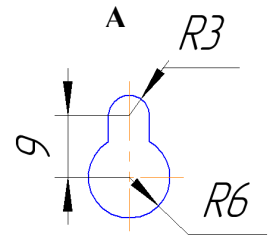
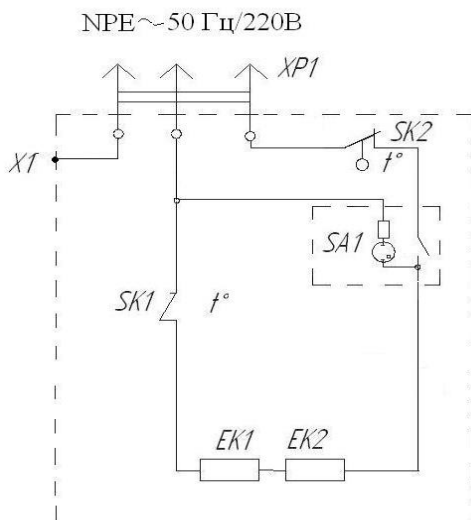
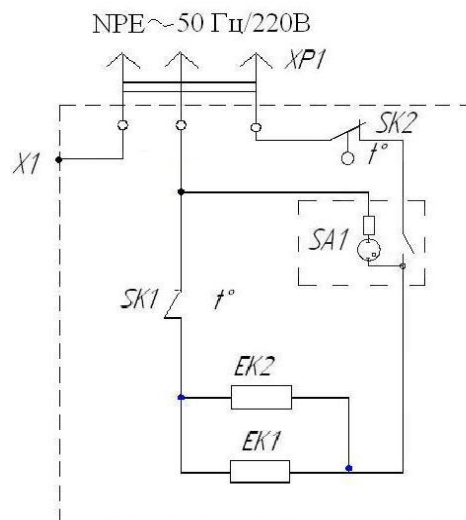

Рисунок 1 - Общий вид универсального конвектора
Рисунок 2 – Схема электрическая принципиальная
Рисунок 3 – Схема электрическая принципиальная
5.1 Конвектор (рис. 1) представляет собой кожух 1, внутри которого на основании 8 расположены два трубчатых электронагревательных элемента (ТЭН), на рисунке не показаны. В цепь питания нагревателей включен клавишный выключатель 4, расположенный на боковой крышке, термовыключатель защиты от перегрева SK1 (не показан) и биметаллический терморегулятор SK2 с ручкой 3 (см. рис. 2 и 3).
Электрическая схема конвекторов на 0,5 кВт и 1,0 кВт; показана на рис. 2, для 1,5 кВт и 2 кВт – на рис. 3.
6.2 Для установки конвектора на стене, необходимо прикрепить кронштейны к задней стенке конвектора с помощью самонарезающих винтов (входят в комплект поставки) – см. рис. 1 (размер L).
6.3 Для напольного расположения конвектора необходимо внизу по краям основания 8 саморезами закрепить ножки – опоры 7 (входят в комплект поставки), см. рис. 1.